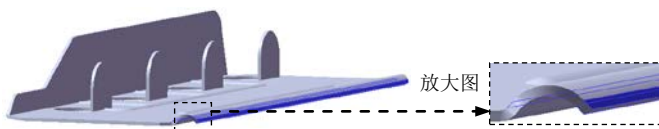

图 13.2.55 绘制的折弯 2
(4) 定义钣金参数属性。在 **折弯参数(P)** 区域的  文本框中输入折弯角度值 60.0, 在 **折弯位置:** 区域中单击“折弯中心线”按钮 , 在  文本框中输入折弯半径值 0.2。
(5) 单击  按钮, 完成绘制的折弯 1 的创建。
Step13. 创建图 13.2.55 所示的钣金特征——绘制的折弯 2。
(1) 选择命令。选择下拉菜单 **插入(I)** → **钣金(B)** →  **绘制的折弯(S)...** 命令